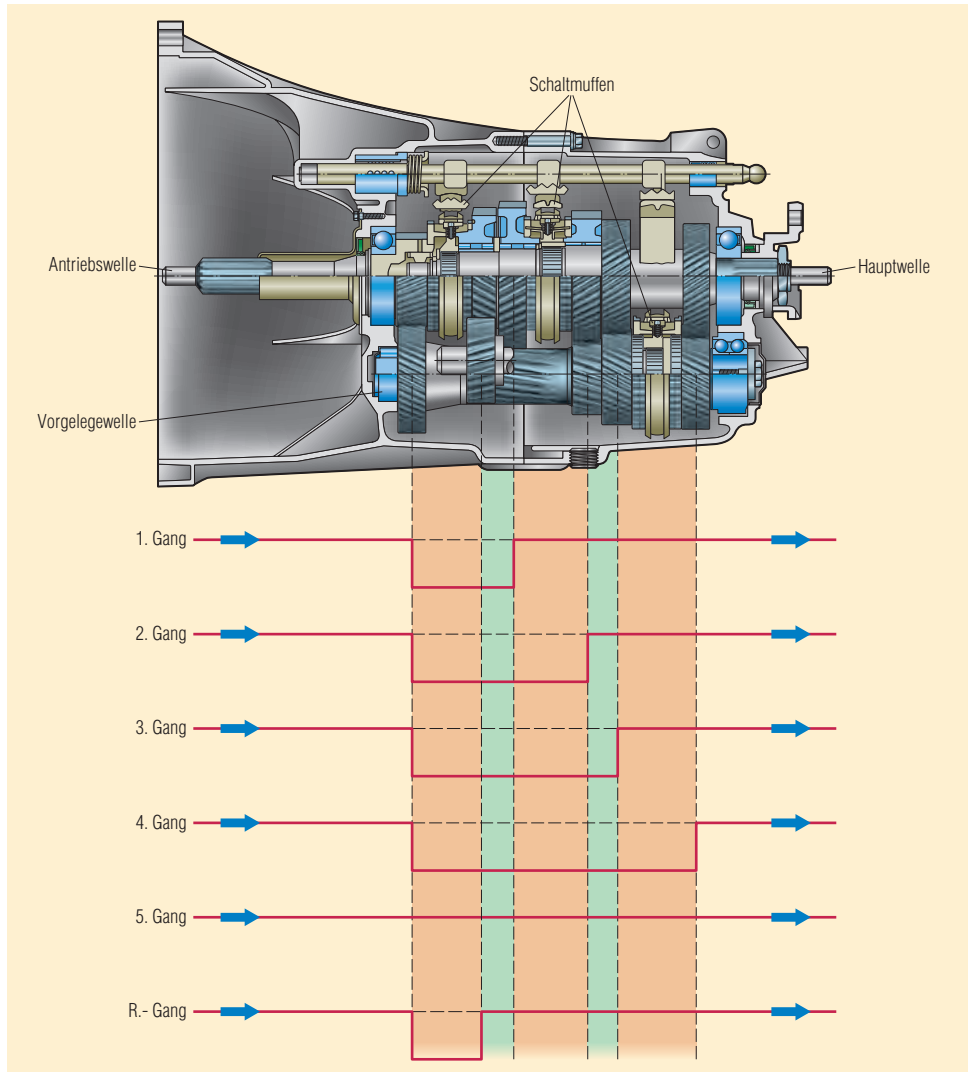

Bild 16.10 Gleichachsiges Getriebe mit Kraftfluss.
**Gleichachsige Getriebe** (Bild 16.10) werden auch als Dreiwellen-Getriebe bezeichnet (Antriebswelle, Haupt- oder Abtriebswelle und Vorgelegewelle). Antriebswelle und Hauptwelle liegen in einer Flucht, wobei die Hauptwelle in der Antriebswelle gelagert ist. Die Vorgelege-